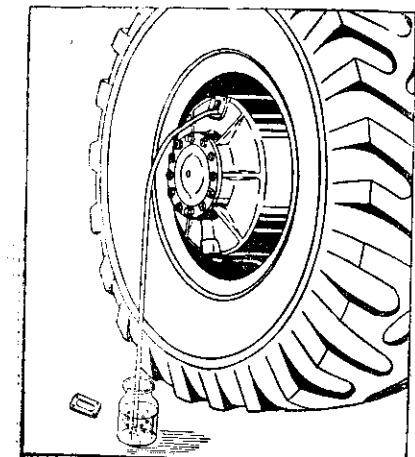

Рис. 53. Удаление воздуха из тормозного привода
- открытый конец шланга опустите в рабочую жидкость, налитую в стеклянный сосуд вместимостью не менее $\frac{1}{2}$ литра. Жидкость наливать в сосуд до половины его высоты (рис. 53);